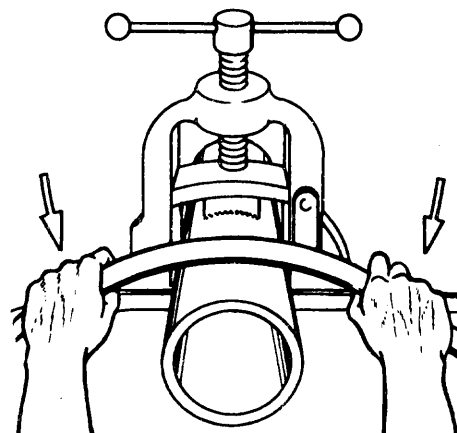

Fig. 4
6º paso *Doble en curva según la plantilla (fig. 4).*
2) Los movimientos deben hacerse lentamente, hasta obtener la curva deseada (fig. 4).